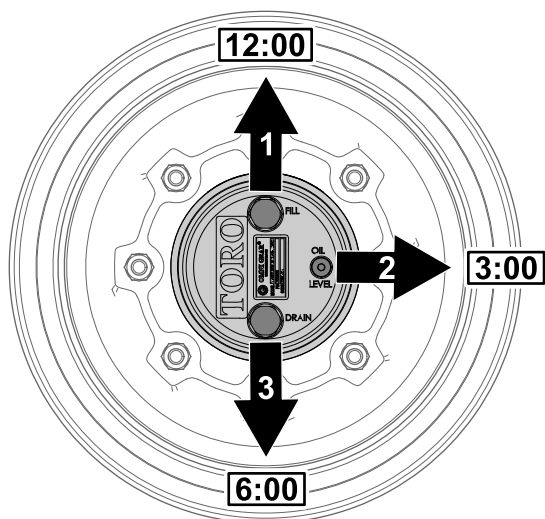

Figura 59
1. Parcheggiate la macchina su una superficie pianeggiante, posizionate la ruota in modo che il tappo di riempimento si trovi nella posizione a ore 12, il tappo di controllo nella posizione a ore 3 e il tappo di spurgo nella posizione a ore 6 (Figura 59).
2. Rimuovete il tappo di controllo nella posizione a ore 3 (Figura 59).
1. Parcheggiate la macchina su una superficie pianeggiante, posizionate la ruota in modo che il tappo di riempimento si trovi nella posizione a ore 12, il tappo di controllo nella posizione a ore 3 e il tappo di spurgo nella posizione a ore 6; fate riferimento alla Figura 59 in Controllo del lubrificante della trasmissione degli ingranaggi a ruotismo planetario (pagina 54).